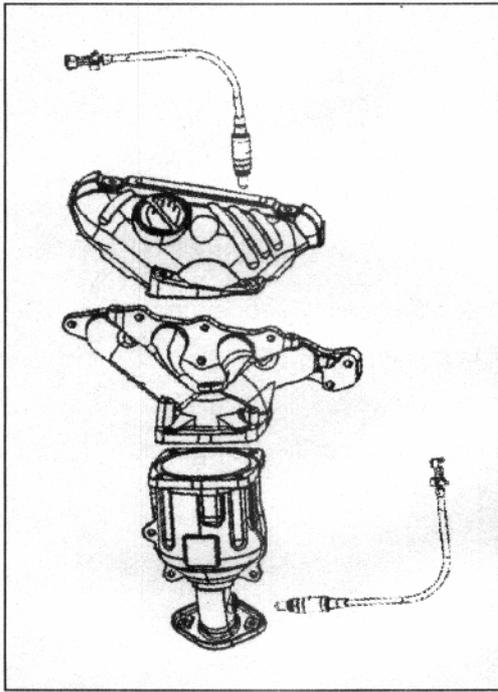

Рис. 26
- 2) Отсоедините разъем переднего и заднего датчиков кислорода (Рис. 26).
- 4) Отсоедините каталитический нейтрализатор от глушителя (Рис. 26).
- 8) Снимите выпускной коллектор (Рис. 26).
- 9) Подсоедините разъемы датчиков кислорода (Рис. 26).